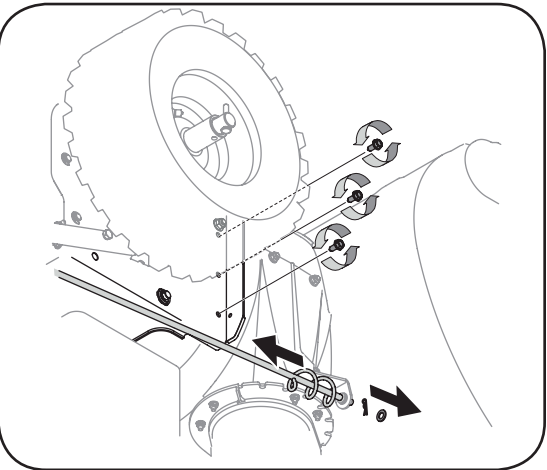

Figure 28
8. Retirez les boulons du haut qui maintiennent l'habitacle de la tarière sur le châssis. Utilisez une clé de 1/2 des de po. Voir la Figure 28.